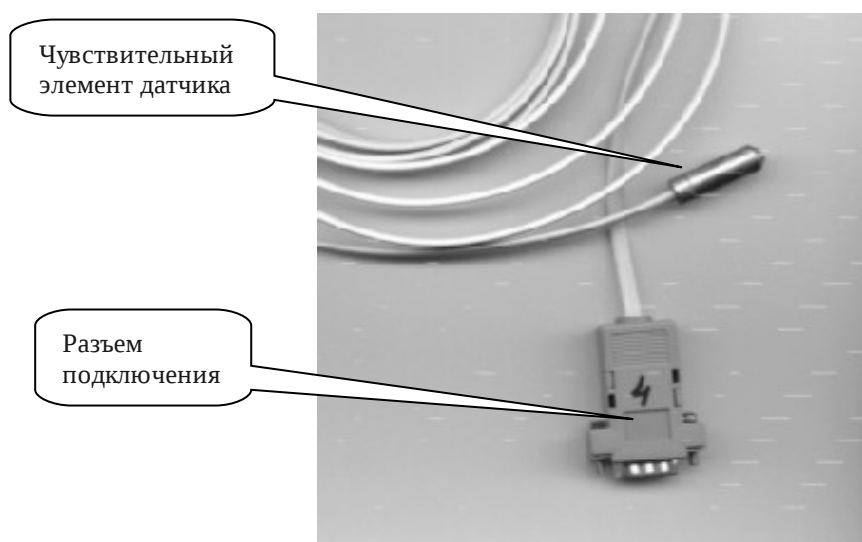

Рисунок 3. Датчик температуры
4.2. Датчики температуры и влажности (Рисунок 3) заключены в герметичные корпуса из нержавеющей стали или хромированной латуни. Основной комплект датчиков (один датчик температуры и один датчик влажности) имеют одинаковую конструкцию и являются взаимозаменяемыми. Датчик влажности помещается в питатель и располагается в потоке воздуха от вентилятора для обеспечения непрерывного испарения воды с поверхности питателя. Датчик температуры устанавливается в верхней части камеры и должен быть закрыт от возможного попадания брызг воды при работе увлажнителя. Подключение датчиков к контроллеру разъемное. Длина соединительного кабеля 3.5 м. Дополнительные датчики температуры имеют аналогичную конструкцию, но отличаются электрическим номером (номер датчика указан на разъеме).
К контроллеру МК2-С можно подключить до 8 датчиков температуры. Для подключения нескольких датчиков применяется специальный разветвитель. Датчики должны иметь разные номера. Номер задается аппаратно, при изготовлении датчика и указывается на разъеме соединительного кабеля (смотри рисунок 3). К одному разветвителю могут быть подключены датчики только с разными номерами.